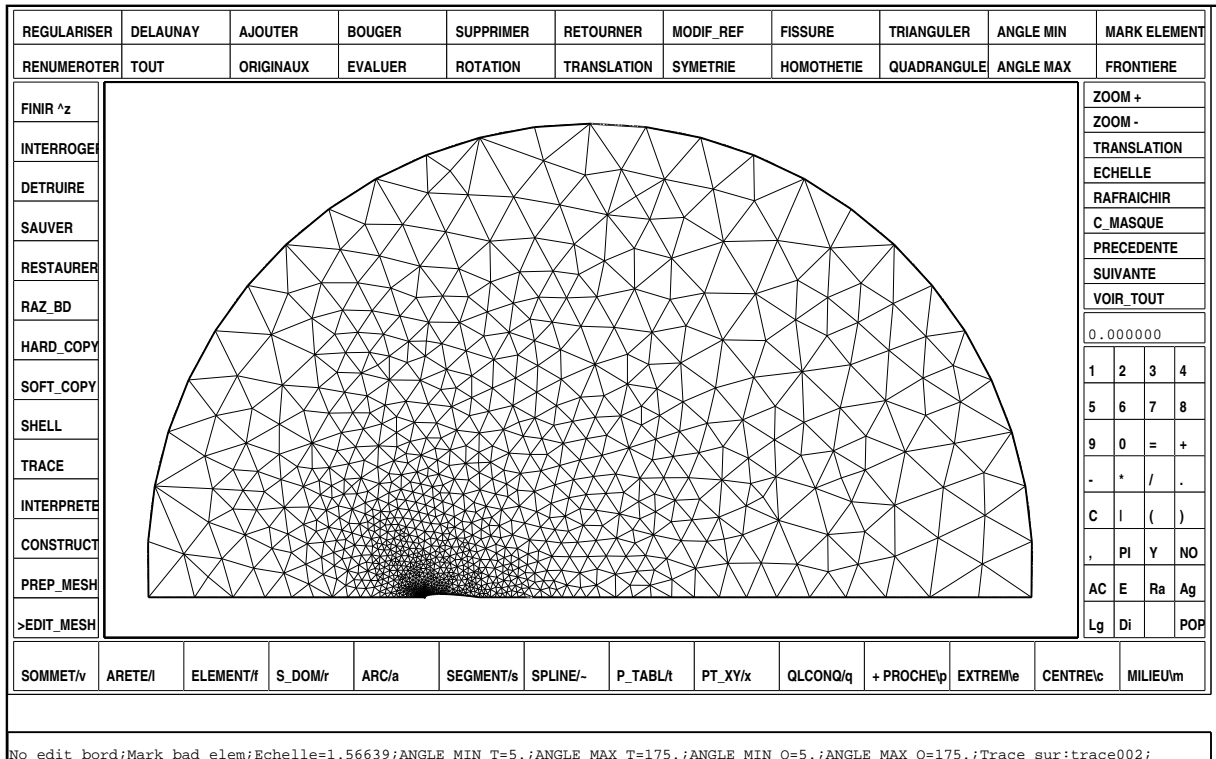

Figure 28: Maillage du demi naca0012
1. Cliquer dans l'item **EDIT_MESH** puis taper 4 (**CR**) pour répondre par défaut aux 4 questions. Un maillage s'affiche (figure 28).